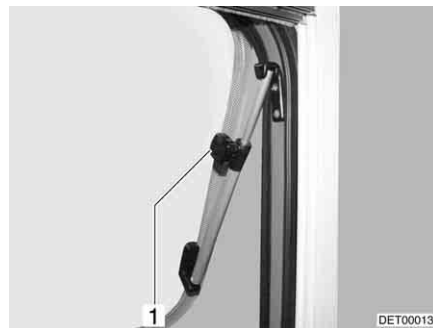

Bild 89 Dachhaube mit Dreh-Ausstellern, geöffnet
- Dachhaube bis zur gewünschten Stellung öffnen und mit Rändelknopf (Bild 89, 1) feststellen.
- Rändelknopf (Bild 89, 1) drehen, bis Arretierung freigegeben wird.